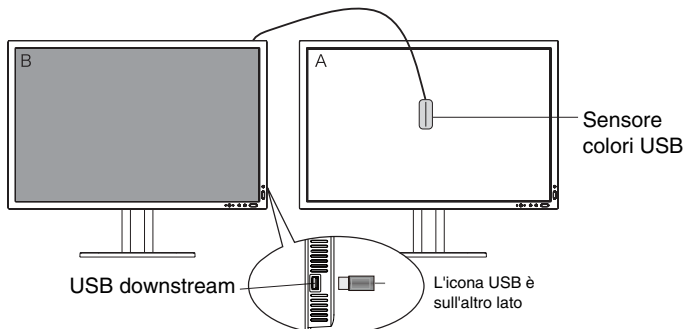

Figura C.1
4. La procedura richiederà che il sensore colori USB venga posizionato al centro del display (**Figura C.4**). Inclinare il display di circa 5° all'indietro e posizionare il sensore colori USB al centro del display (**Figura C.1**).